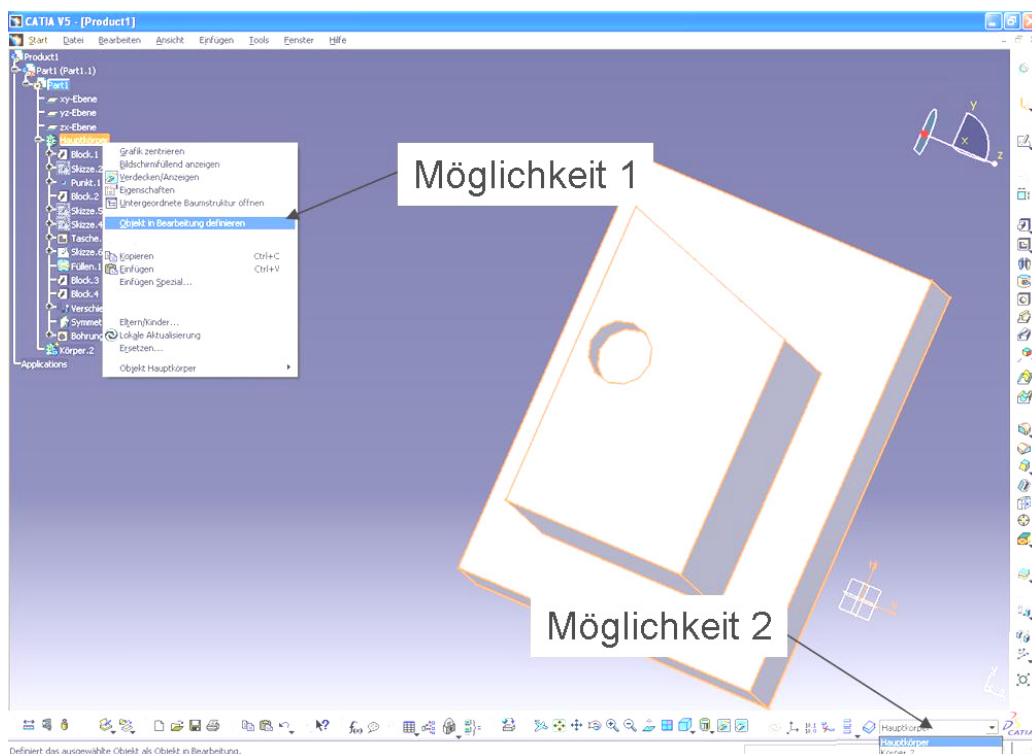

Abb. 3: Aktivierung eines Körpers zur Bearbeitung
- Alle Operationen werden nur am aktiven Körper (weiß unterstrichen) durchgeführt. Um einen Körper zu aktivieren gibt es zwei Möglichkeiten (siehe dazu auch **Abb. 3**):